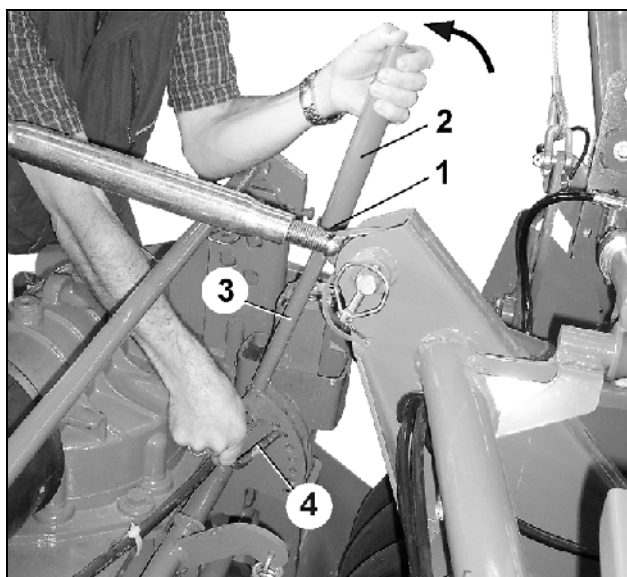

Рис. 105
- Отсоедините палец с пружинной защелкой (Рис. 105/1).
- Снимите удлинение рычага (Рис. 105/2) с рычага (Рис. 105/3)
- Поверните удлинение рычага и закрепите при помощи фиксирующего пальца с пружинной защелкой на рычаге (Рис. 105).
- Вставив крепежный палец (Рис. 105/4) в группу отверстий Вы можете установить необходимую высоту планировочного бруса.